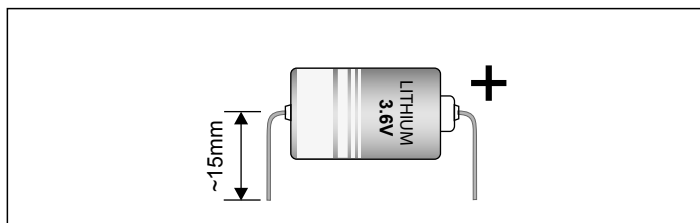

Fig. 5 Batterie al litio 3.6V.
5. inserire la batteria nuova **rispettando la corretta polarità come riportato in fig.5**